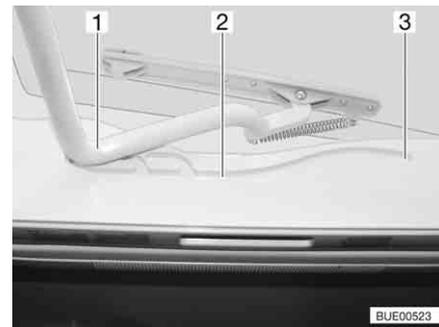

Fig. 59 Claraboya Heki, guía
- Tirar la horquilla (Fig. 59,1) en las guías (Fig. 59,2) hasta la posición trasera final (Fig. 59,3).
- Empujar el estribo (Fig. 59,1) ligeramente hacia arriba con ambas manos.
- Tirar el estribo en las guías (Fig. 59,2) hasta la posición deseada.